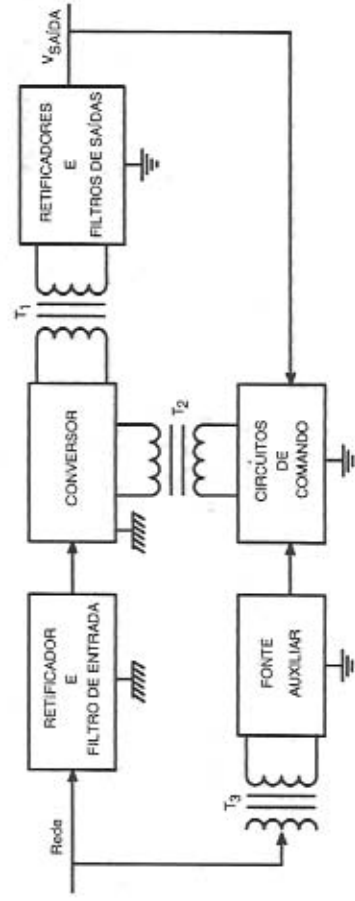
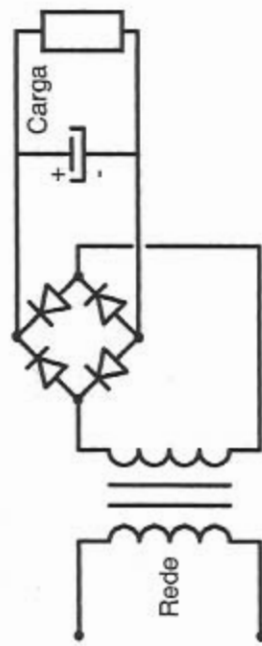

Fig. 7.1: Diagrama de blocos de uma fonte chaveada.
Fig. 7.3: Fonte auxiliar com isolamento.
- Propiciar o isolamento de blocos mostrados nas Figs. 7.1 e 7.2.
Observando a Fig. 7.1 constata-se a existência de duas massas:
O que caracteriza a estrutura da Fig. 7.1 é a existência de uma massa comum entre a saída e os circuitos de comando e controle.
A fonte auxiliar representada no diagrama da Fig. 7.1 está mostrada na Fig. 7.3, e é do tipo convencional.